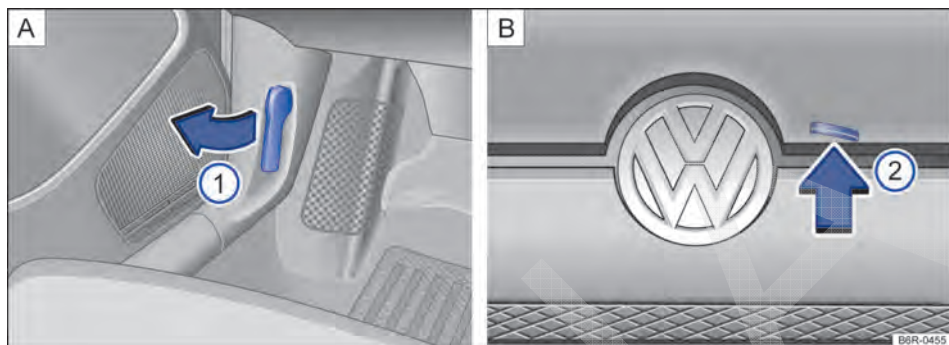

Fig. 103 A: alavanca de destravamento na área para os pés do lado do condutor. B: alavanca de destravamento na parte interna da tampa do compartimento do motor.
- Antes de abrir a tampa do compartimento do motor, assegurar que os braços dos limpadores do para-brisa estejam encostados no para-brisa → ①.
- Puxar a alavanca de destravamento ① no sentido da seta → Fig. 103 A. A tampa do compartimento do motor salta para fora da trava do fecho pela pressão da mola → ▲.
- Levantar um pouco a tampa do compartimento do motor e, ao mesmo tempo, pressionar a alavanca de destravamento ② B, que está lo-